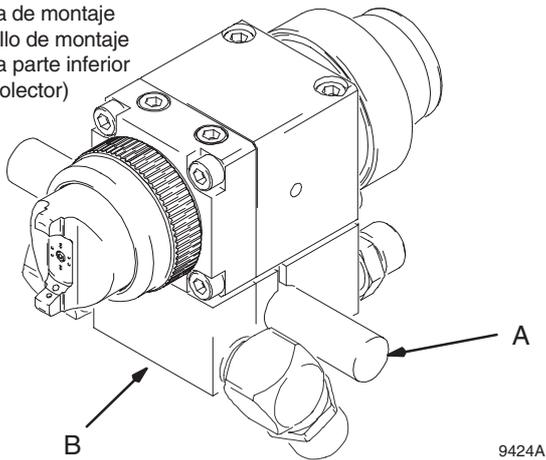

Fig. 2
Para montar la pistola en un brazo alternativo de 13 mm (0,5 pulg.) de diámetro como máximo, introduzca la barra (A) a través del orificio del colector tal como se indica en la Fig. 2. Sujete la pistola a la barra apretando el tornillo de montaje (B). La punta de la pistola debe quedar a una distancia de 150 a 200 mm de la superficie del objeto que esté siendo pintado.